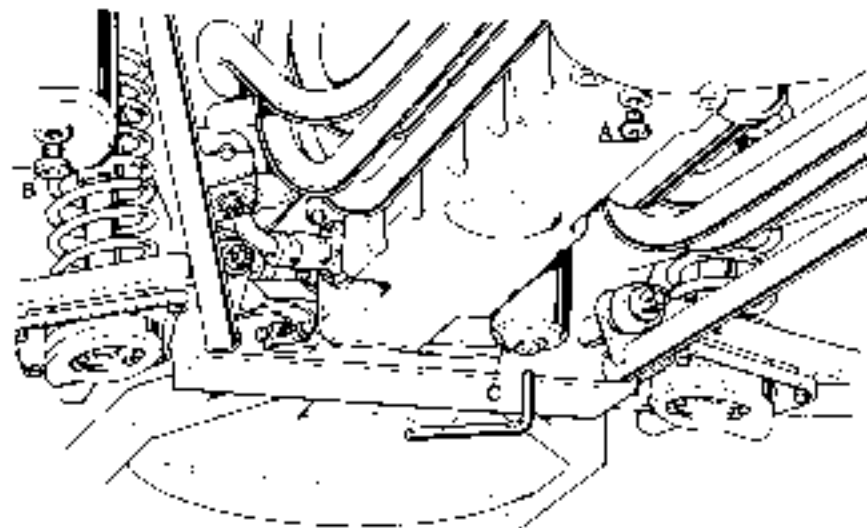
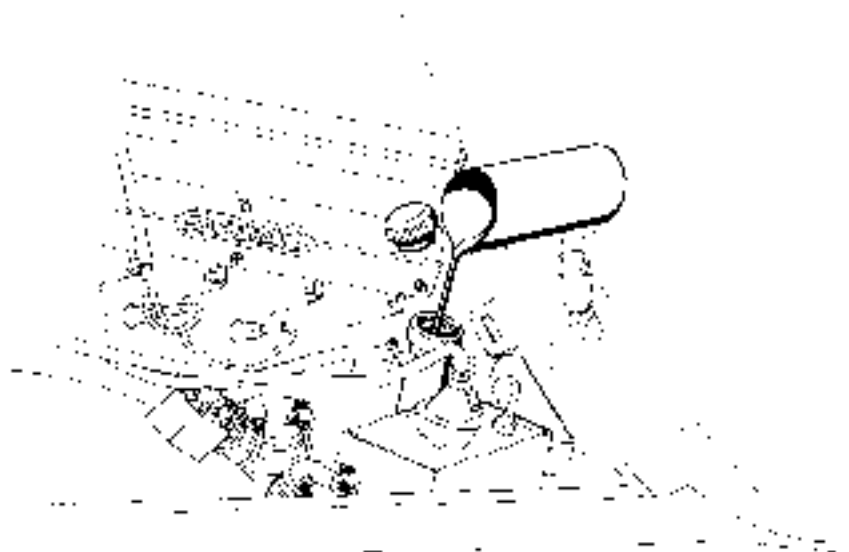

Fig. 14
Fig. 15
La cartuccia del filtro è alloggiata (Fig. 14/C) sul lato anteriore destro del motore. Il bocchettone di introduzione dell'olio è situato sul serbatoio stesso (Fig. 15).
— Remplacer l'huile et la cartouche du filtre, à moteur chaud, pour favoriser le drainage. Le remplacement de l'huile devra être effectué après avoir fait drainer l'huile ancienne soit à travers le trou bouchon de décharge du carter, soit à travers le trou du réservoir. Fig. 14/A et B. La cartouche du filtre est placée dans un récipient (Fig. 14/C) sur le côté avant droit du moteur et on y accède en dévissant le récipient à l'aide de la clé en dotation. La goutte à l'introduction de l'huile est placée sur le réservoir même (Fig. 15).
Replace the oil and the filter cartridge with the engine warm to facilitate drainage. The oil must be replaced after having drained out the oil draining as from the sump cap, as from the tank cap (Fig. 14/A and B).
The filter cartridge is fitted in a box (Fig. 14/C) placed on right front side of the engine. The box may be opened by the special key supplied in the standard equipment. The oil filter is fitted on the sump itself. Fig. 15 the lower edge of the A filling hole.
- Öl im Filtereinsatz bei warmem Motor austauschen, um den Abfluß zu begünstigen. Der Austausch des Öles muß nach Ablaufen des gebrauchten Öls erfolgen. Der Ölabbfluß erfolgt entweder durch die Ölablaufstutzen der Wanne oder denjenigen des Ölbehälters. Abb. 14/A und B.
Der Filtereinsatz befindet sich in einem Behälter (Abb. 14/C) an der rechten Vorderseite des Motors und ist durch Abschrauben des Behälters mit einem zum Werkzeuggehörigen Schlüssel zugänglich. Der Ölneffstutzen befindet sich an der rechten Kopfseite des Motors (Abb. 15).